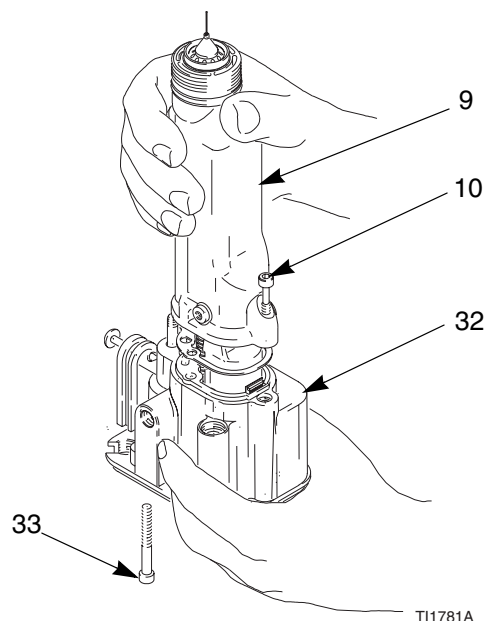

Fig. 30. Dépose du canon
2. Démonter le chapeau d'air, page 44. Démonter le capotage (2).
3. Desserrer avec précaution l'écrou du raccord produit (20). Sortir le tube (19) du raccord (23). S'assurer que les deux bagues (21, 22) et l'écrou restent sur le tube.
4. Retirer le contre-écrou (28) et la tige de commande (29). Voir page 48.
5. Desserrer les trois vis (10, 33). Voir Fig. 30.
6. Maintenir le corps du pistolet (32) d'une main et extraire le canon (9) du corps en le tenant dans l'axe. Voir Fig. 30.